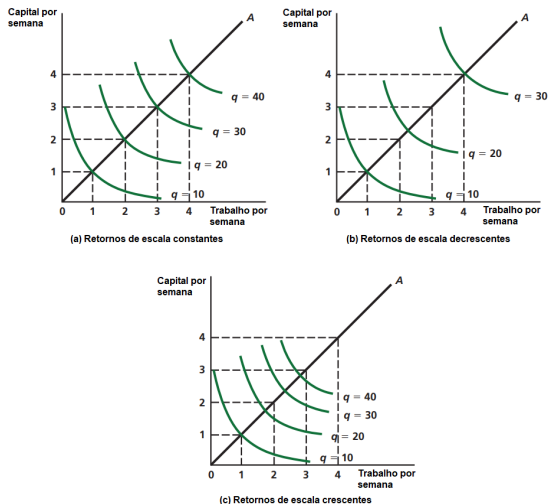

Figura 3. Mapa de isoquantas e retornos de escala
- Essas possibilidades são ilustradas nos três gráficos da Figura 3.